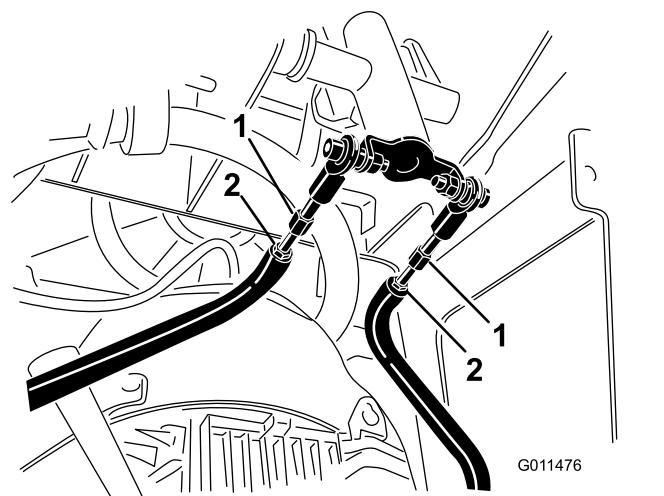

Figura 57
- Desaperte as porcas de bloqueio nas barras de tração, debaixo do painel de controlo (Figura 57).